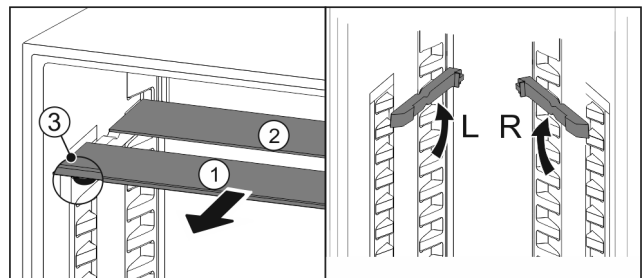

Fig. 90
- ▶ Wyciągnąć Fig. 90 (1) pojedynczo półki szklane do przodu.
- ▷ Płyta szklana Fig. 90 (1) z listwą ozdobną znajduje się z przodu.
- ▷ Stopery Fig. 90 (3) wskazują w dół.